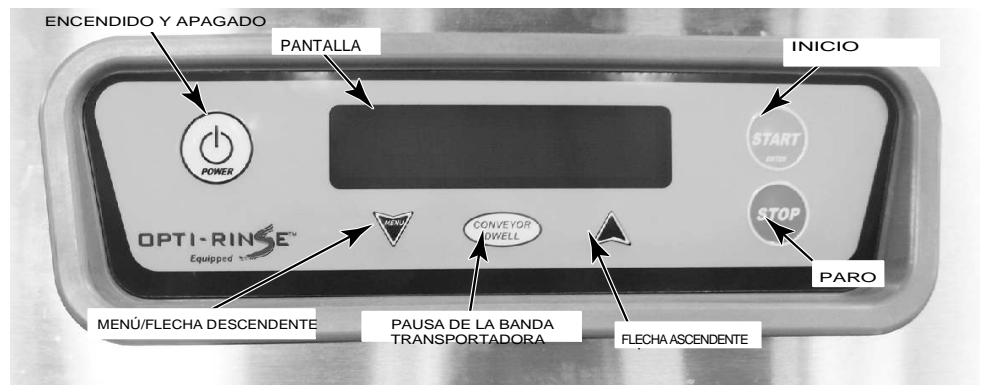

Fig. 28
Los controles están en la parte superior del equipo. Las teclas y la pantalla están en frente de la caja de control (Fig. 28).
Cierre las puertas. Para comenzar el llenado después que está listo el equipo, presione la tecla Power (Fig. 28).
5. Presione la tecla Power (Fig. 28). La lavalozza se llenará automáticamente. (Vaya a la sección de llenado de la lavalozza en esta página). Después que el tanque se ha llenado, el quemador se prenderá si se necesita el calentamiento. El sistema de ignición tiene un periodo de pre purga de 15 segundos antes que se realice la ignición.
6. Si la lavalozza no trabaja, presione la tecla Power (Fig. 28) y cierre la válvula de gas. Llame a su oficina de servicio técnico de Hobart o a su empresa distribuidora de gas.
Después que el equipo se ha llenado, encienda las bombas presionando la tecla Start / Enter (Fig.28) o metiendo la canastilla.
La característica estándar de pausa de la banda transportadora permite al operador detener la banda para lavar los platos con sólidos fuertes durante un lapso de tiempo más largo. Cuando la canastilla para platos alcanza la cámara de lavado, presione la tecla Conveyor dwell (Fig. 28) para detener momentáneamente la banda. Pare reiniciar la banda, presione la tecla Start / enter o la tecla Conveyor dwell (Fig. 28).
Si se atora la canastilla o si la carga es demasiada, el mecanismo de sobrecarga apagará el motor de la banda transportadora y se mostrará en la pantalla el mensaje "Retire atoramiento de la banda". Abra las puertas y desatore la banda. Después cierre las puertas y presione la tecla Start / enter (Fig. 28) para continuar con el funcionamiento del equipo.
Las temperaturas del tanque se muestran en la pantalla (Fig. 28) cuando el equipo está funcionando. Se indica en la pantalla la temperatura de enjuague final hasta que la canastilla está en la zona de enjuague; luego, aparece la temperatura del agua de enjuague final. Después que la loza sale de la zona de enjuague, se vuelve a mostrar la temperatura de enjuague final.
Para ahorrar energía, si no se mete ninguna canastilla al equipo durante un periodo de tiempo predeterminado, el auto tiempo hará una cuenta regresiva y se apagará las bombas y la banda transportadora. Los tanques continuarán el calentamiento y se mostrará las temperaturas de estos. Para simplificar el funcionamiento, meta una canastilla y presione la tecla Start / enter (Fig. 28).
Después de un periodo de inactividad del equipo, el control activa el modo de ahorro de energía (EMS). Todos los componentes de la lavalozas se apagan y la pantalla de control se empieza a apagar indicando "Ahorro de energía activo"; presione Stop para salir. (Fig. 28). Presione la tecla Power para apagar el equipo por completo. El periodo de inactividad del equipo antes del modo de ahorro de energía puede establecerse de 1 a 6 horas en el menú de parámetros. La configuración de fábrica del equipo es de 2 horas. Vaya a la página 34 para mayor información.
1. Apague el equipo (Fig. 28)
**Instrucciones para quitar sarro:** Siga las instrucciones del envase del químico para el sarro. Durante la limpieza para quitar el sarro, el equipo debe estar encendido con las bombas funcionando, pero debe estar inactiva la banda transportadora. Presione la tecla Conveyor Dwell (Fig. 28) para apagar el motor de la banda y la banda durante dicha limpieza.